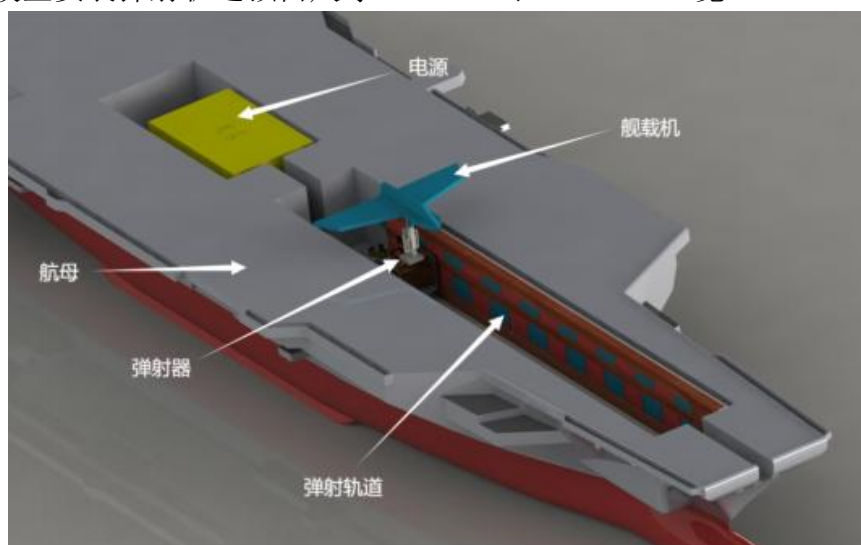

图 2：航母模型图
投篮	1. 机器人需要根据抽取的色卡颜色自主行驶到对应颜色的篮筐处进行投篮。 2. 若颜色对应正确且投篮成功，则计算投篮的有效得分，投篮得分系数为 1。 3. 若颜色对应错误但投篮成功，则计算投篮的有效得分，投篮得分系数为 0.5。 4. 投篮区域分为 2 分区、3 分区、5 分区。在不同区域投入篮筐获得不同得分（如图 2）。 5. 有效进球得分： (1) 机器人进球时，任意部位垂直投影在 2 分区内，计 2 分/球。 (2) 机器人进球时，任意部位垂直投影在 3 分区域，且不在 2 分区域，计 3 分/球。 (3) 机器人进球时，其垂直投影完全在黄色区域，计 5 分/球。